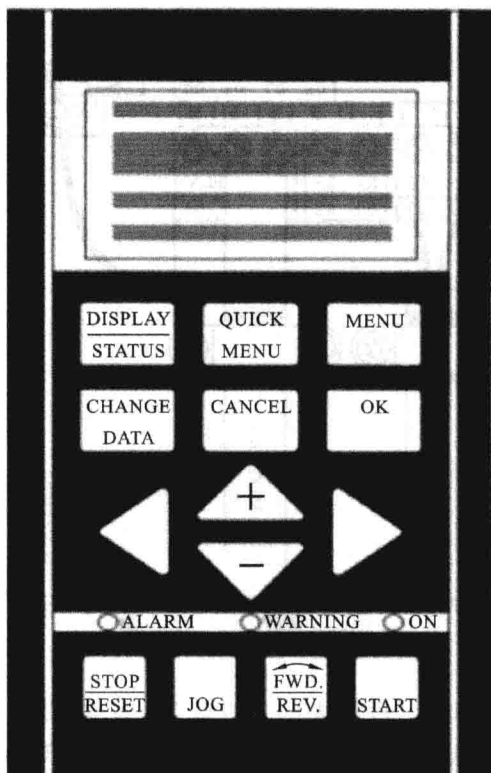

图 1-5 控制面板示意图
图 1-5 所示为控制面板示意图,按下 QUICK MENU(快捷菜单)按钮,在显示器中会显示快捷菜单,通过向上(+)和向下(-)箭头选择参数,按下 CHANGE DATA(更改数据)按钮更改参数值,使用向上(+)和向下(-)箭头更改数据值。按下向左或向右按钮移动光标,按 OK(确定)键保存刚才设置的参数。下面是快捷菜单中 13 个参数的具体含义。
Danfoss VLT 5000 系列变频器前部都有一个如图 1-5 所示的控制面板 —— LCP (本地控制面板), 从这个完整的界面可对 Danfoss VLT 5000 系列变频器进行操作和监测。该控制面板可拆卸, 还可借助安装套件安装在距离变频器最多 3 m 远的地方 (如可安装在控制柜的面板上), 该控制面板有以下三种功能: ① 显示; ② 改变参数的按键; ③ 本地操作按键。